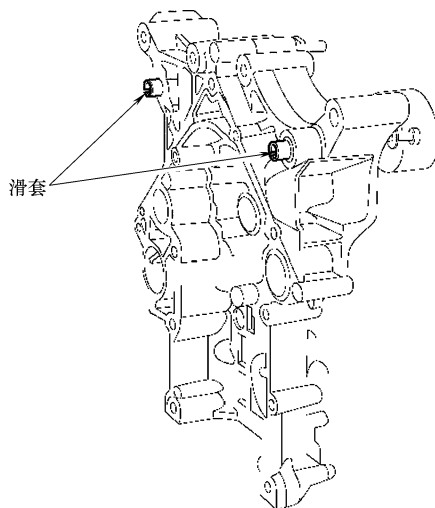

图 19-37 正时链条盖滑套
- 21) 确认正时链条盖的滑套（图 19-37）位于正时链条盖内。
- 2) 确认正时链条盖的滑套（图 19-37）安装在正时链条盖内。